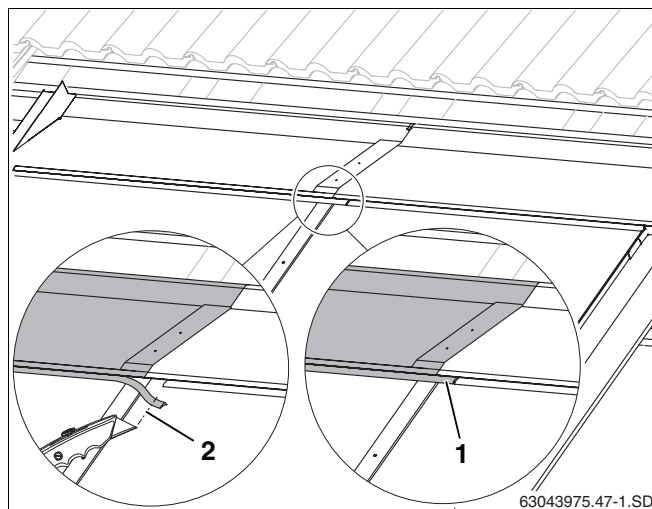

Fig. 57 Découper la lèvre en caoutchouc
- Couper la lèvre en caoutchouc (fig. 57, **pos. 2**) jusqu'à ce qu'elle touche la lèvre en caoutchouc de la tôle de recouvrement droite.
- Insérer la lèvre en caoutchouc de la tôle de recouvrement gauche sur la rainure de la tôle de recouvrement droite (fig. 57, **pos. 1**).